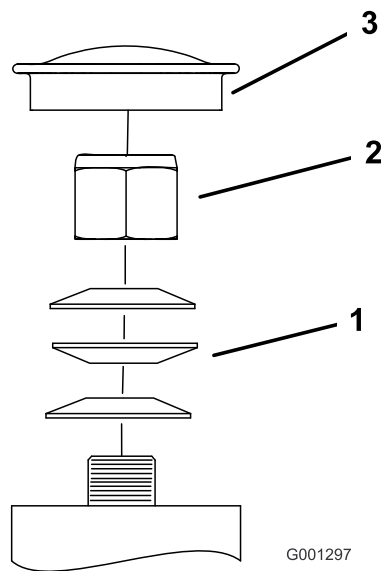

Figura 72
3. Retire el tapón guardapolvo de la rueda giratoria y apriete la contratuerca (Figura 72).
4. Apriete la contratuerca hasta que las arandelas de muelle estén planas, luego afloje $\frac{1}{4}$ de vuelta para establecer la pre-carga correcta de los cojinetes (Figura 72).
Importante: Asegúrese de que las arandelas de muelle estén correctamente instaladas, según se muestra en Figura 72.
5. Coloque el tapón anti-polvo (Figura 72).